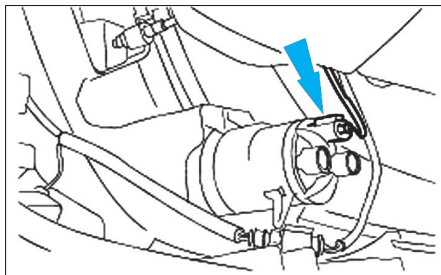

Fig. 80
- Débrancher les connecteurs de projecteur anti-brouillard, un de chaque côté (le cas échéant) (Fig.80).